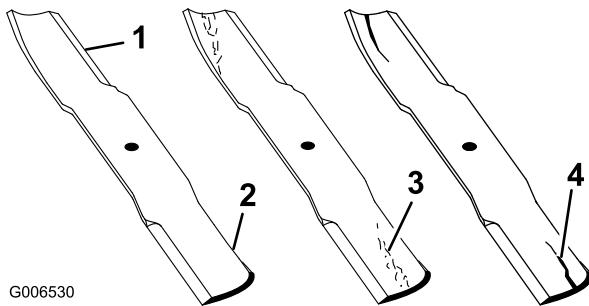

Figura 56
1. Inspeccione los filos de corte (Figura 56). Si los bordes no están afilados o tienen muescas, retire las cuchillas y afílelas. Consulte Afilado de las cuchillas.
2. Inspeccione las cuchillas, especialmente la parte curva (Figura 56). Si observa daños, desgaste o la
formación de una ranura en esta zona (Figura 56), instale inmediatamente una cuchilla nueva.